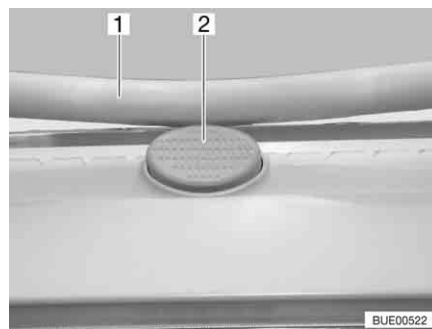

Fig. 42 Bottone di sicurezza sull'oblò Heki
- Premere il bottone di sicurezza (Fig. 42,2) e tirare verso il basso la staffa (Fig. 42,1) con entrambe le mani.
- Premere la staffa verso l'alto con ambedue le mani, finché la staffa non poggia al di sopra del bottone di sicurezza (Fig. 42,2).